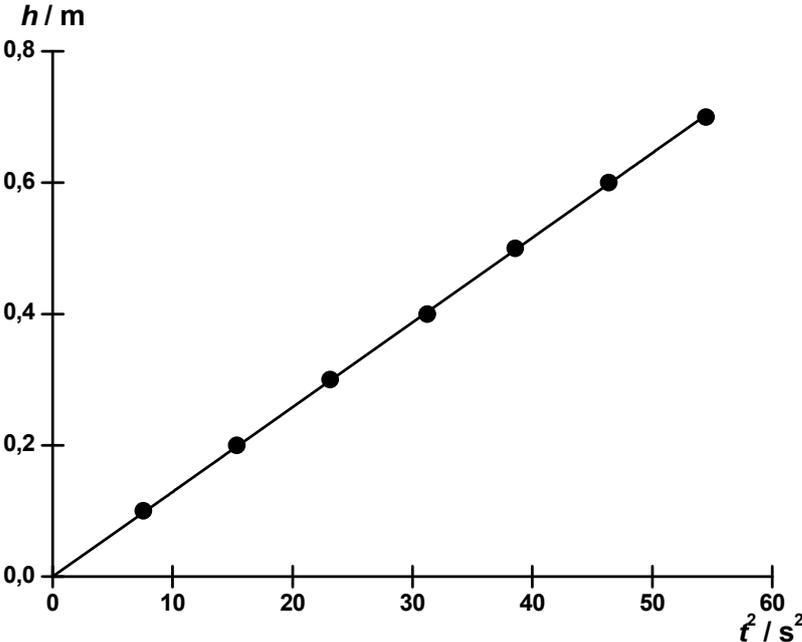

Fig. 2: Diagrama $h(t^2)$.
- Se realiza un diagrama de la altura h en dependencia con el cuadrado del tiempo de t^2 (Fig 2). De acuerdo con